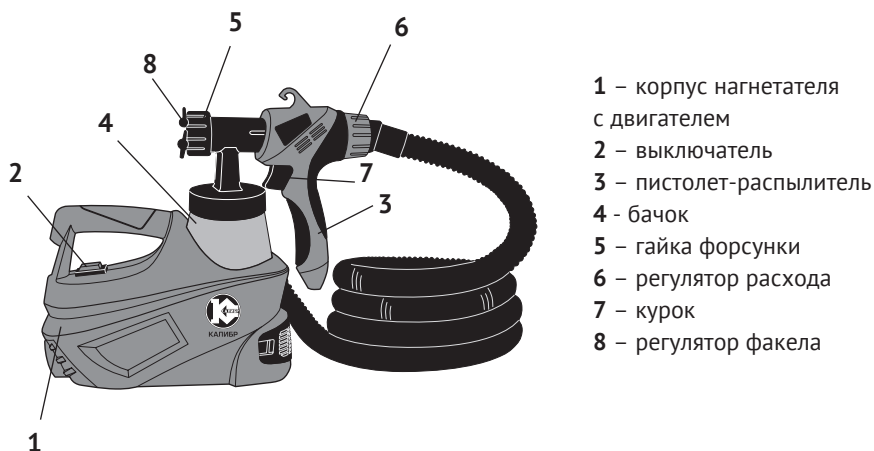

рис.1
- Механизм краскораспылителя (двигатель и нагнетатель) расположен в пластиковом корпусе (рис.1 поз.1). Двигатель переменного тока с компрессорным механизмом нагнетателя, подают струю воздуха к форсунке. Из бачка (рис.1 поз.4) краска подаётся для смешивания её с воздухом. В форсунке происходит смешивание воздуха с краской и подача в насадку – распылитель, для покрытия поверхностей. Регулятором (рис.1 поз.6) изменяется расход воздуха, а значит и распыляемого материала. Регулятор (рис.1 поз.8) изменяет факел распыления, как описано в п.3.4. Перед рукояткой пистолета-распылителя (рис.1 поз.3) расположен курок (рис.1 поз.7), при нажатии на который открывается клапан и начинается подача воздуха от компрессора к форсунке. При отпускании курка подача смеси прекращается. Для включения двигателя, на корпусе (рис.1 поз.1) расположена клавиша выключателя (рис.1 поз.2).
- включения двигателя нагнетателя осуществляется с помощью клавиши включения, расположенной на корпусе нагнетателя (рис.1 поз.1), она имеет два фиксированных положения: «I» - включено и «0» - выключено (МЭК 60417);
- включение пистолета-распылителя осуществляется нажатием на курок (рис.1 поз.7), при отпускании курка, он пружиной, возвращается в исходное положение - выключено.
- регулирование расхода распыляемого материала осуществляется с помощью регулятора (рис.1 поз.6), расположенного в хвостовой части пистолета-распылителя;
- настройка факела осуществляется поворотом лепестков регулятора факела (рис.1 поз.9) и регулятором расхода (рис.1 поз.6). Для более густых и тяжёлых латексных красок используйте штатную дюзу 1,8 мм. Если краска слишком жидкая, при большом расходе краски, или же она плохо распыляется, попробуйте использовать дюзу меньшего размера или отрегулируйте расход материала регуляторами расхода и факела. Настройка факела лепестками регулятора (рис.1 поз.9) показана на рис.2.